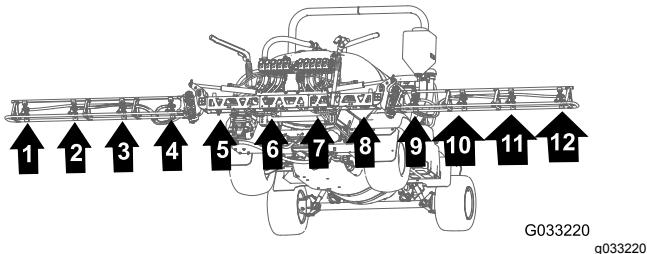

Bild 141
1. Verlegen Sie die Schläuche für die Sprühdüsen 1, 2, 3 und 4 durch die R-Klemme am linken äußeren Ende des mittleren Auslegerabschnitts (Bild 141 und Bild 142).
2. Verlegen Sie die Schläuche für die Sprühdüsen 7, 8, 9 und 10 durch die R-Klemme am rechten äußeren Ende des mittleren Auslegerabschnitts (Bild 141 und Bild 142).
des Auslegerabschnitts zu den Sprühdüsen 1 und 10, wie in Bild 141 und Bild 142 abgebildet.
4. Verlegen Sie die Zulaufschläuche (234 cm) und die gezahnten Schlauchschaft (3/4") entlang des Auslegerabschnitts zu den Sprühdüsen 2 und 9, wie in Bild 141 und Bild 142 abgebildet.
5. Verlegen Sie die Zulaufschläuche (188 cm) und die gezahnten Schlauchschaft (3/4") entlang des Auslegerabschnitts zu den Sprühdüsen 3 und 8, wie in Bild 141 und Bild 142 abgebildet.
6. Verlegen Sie die Zulaufschläuche (188 cm) und die gezahnten Schlauchschaft (3/4") entlang des Auslegerabschnitts zu den Sprühdüsen 4 und 7, wie in Bild 141 und Bild 142 abgebildet.